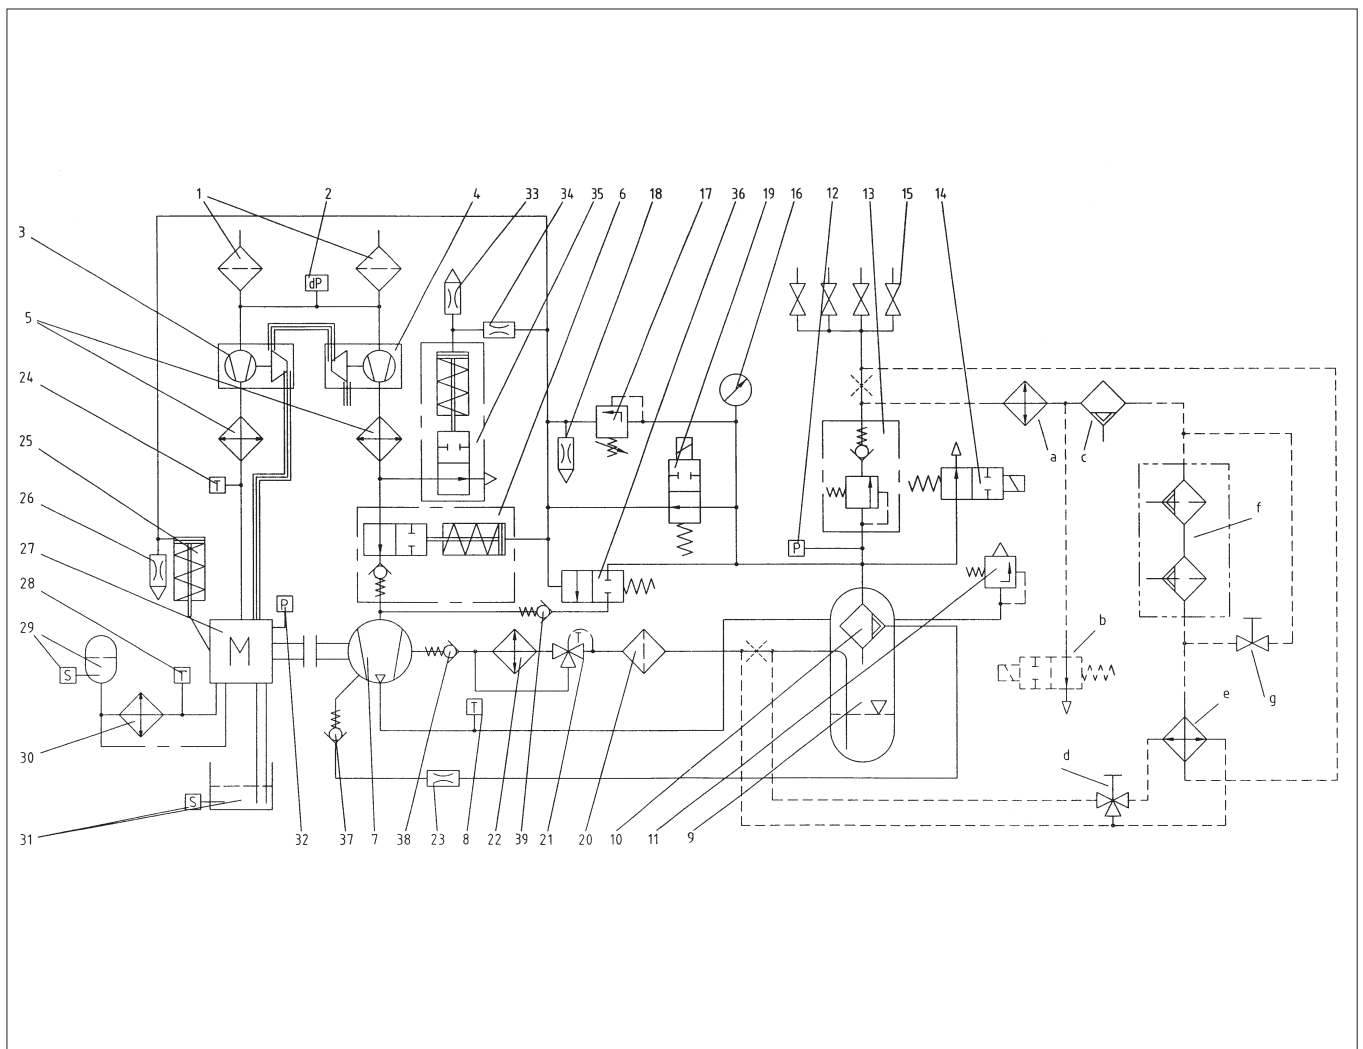

Fig. 7
4.2 Principe de fonctionnement (voir fig. 7)